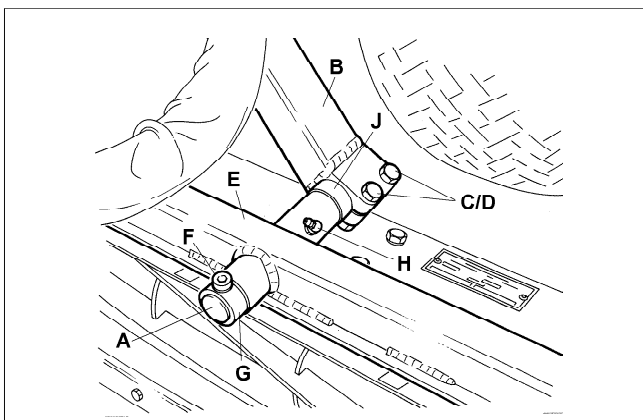

Fig.30
- (c) Hubarmbolzen der vorderen Schneideinheiten (A Bild 30)
- (c) Perni delle unità di taglio anteriori (H Fig. 30)